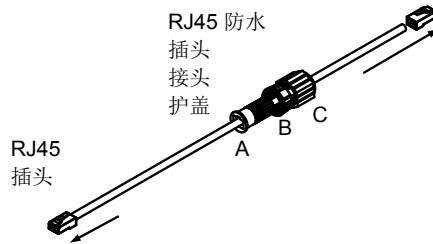

图 3
3. 将防水插头接头护盖（A、B 和 C）穿入以太网电缆。请参阅图 3。
5. 将栓塞 (A) 穿到已连接至 DATA IN 的 RJ45 插头的上方。请参阅图 3。
6. 将外罩 (B) 穿到栓塞和螺钉上方（用手拧紧）。请参阅图 3。
7. 将护盖 (C) 穿到接头和螺钉上方（用手拧紧）。请参阅图 3。